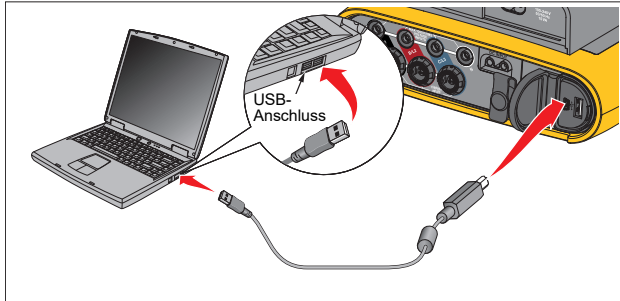

Abbildung 11. Verbindung zwischen Power Logger und PC
3. Schließen Sie das USB-Kabel an die USB-Anschlüsse des Computers und des Loggers an. Siehe Abbildung 11.